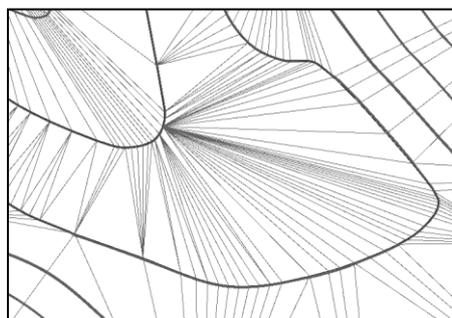
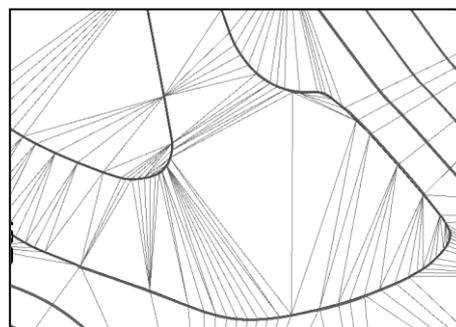

Рис. 21
Рис. 22
- **Вдоль структурных линий.** Для учета структурных линий в построении поверхности установка опции **Упорядочить ребра** обязательна. В этом случае ребра треугольников будут упорядочены вдоль структурных линий. При выборе **Не упорядочивать ребра**, расчет горизонталей может оказаться некорректным, особенно в тех местах, где структурные линии имеют закругления. Для примера: на рис. 21 — результат расчета с опцией **Упорядочить ребра**, горизонтали укладываются вдоль структурных линий, и рис. 22 — с опцией **Не упорядочивать ребра**, на закруглениях структурных линий расчетные горизонтали могут отходить от них. Для исправления последнего расчета потребуется дополнительное время.